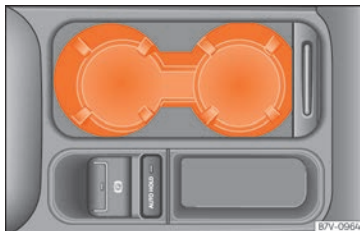

Fig. 193 Consola central delantera: portabebidas.
- Para *abrir*, desplazar la cubierta hacia atrás »» **fig. 193**.